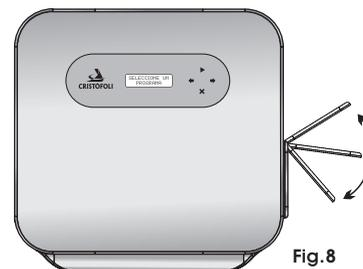

Fig.8
- b▶ Abra la puerta del autoclave, levante el cerrojo y jale la puerta (fig. 8).